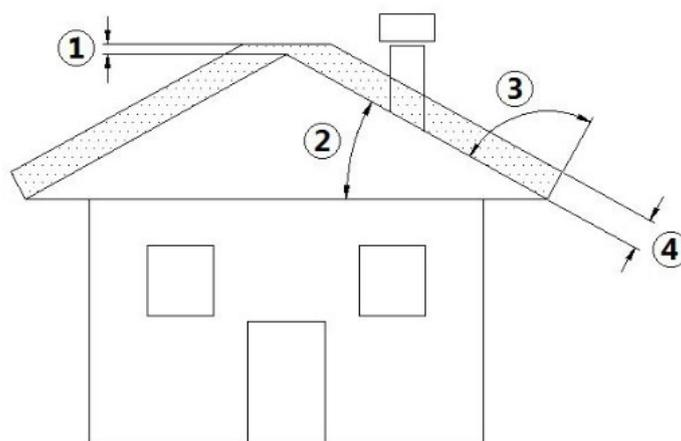

Fig. 3 - Geneigtes Dach
LEGENDE Fig. 3 auf S. 8
- Die Höhe des Auslasses in die Atmosphäre muss außerhalb des Rückflussbereichs liegen, der durch die Form des Daches oder durch Hindernisse hervorgerufen wird, die sich in unmittelbarer Nähe befinden (siehe **Fig. 3 auf S. 8**).